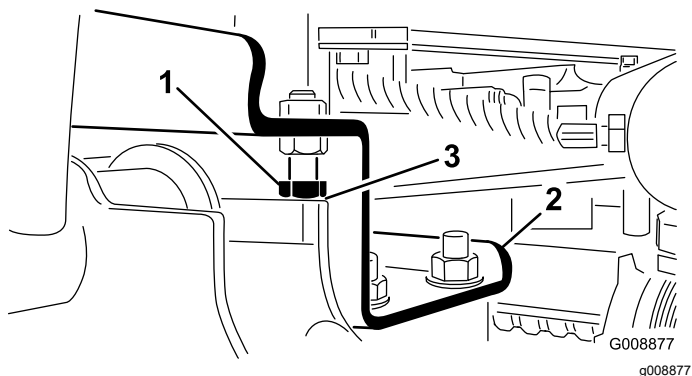

Figura 12
A. Solte os pinos de bloqueio (Figura 12).
2. Certifique-se de que a folga entre cada braço de elevação e pino de bloqueio é de 0,13 a 1,02 mm (Figura 12). Se a folga não corresponder às medidas recomendadas, ajuste os pinos de bloqueio até obter a folga necessária.